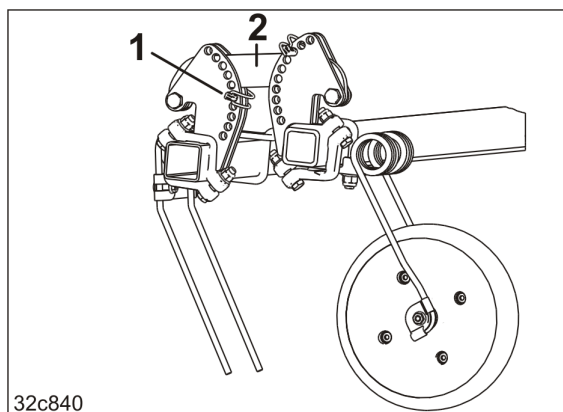

Рис. 195
3. Змініть кут нахилу зубів до ґрунту, встановивши шплінт (Рис. 195/1)
- о під тягою (Рис. 195/2)
Чим глибше вставлений складаний шплінт (Рис. 195/1) в регульованому сегменті, тим менше кут нахилу.